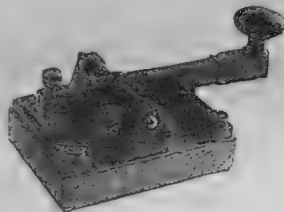

Рис. 1. Нормальный телеграфный ключ.
4. Применять по возможности нормальный телеграфный ключ, или подобный ему (см. рис. 1 и 2).